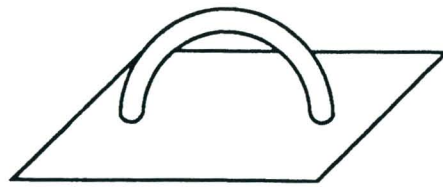

Fig 2.3b
- 14) Repetir las operaciones previas y trazar esquemáticamente las líneas de fuerza en la Fig.2.3b